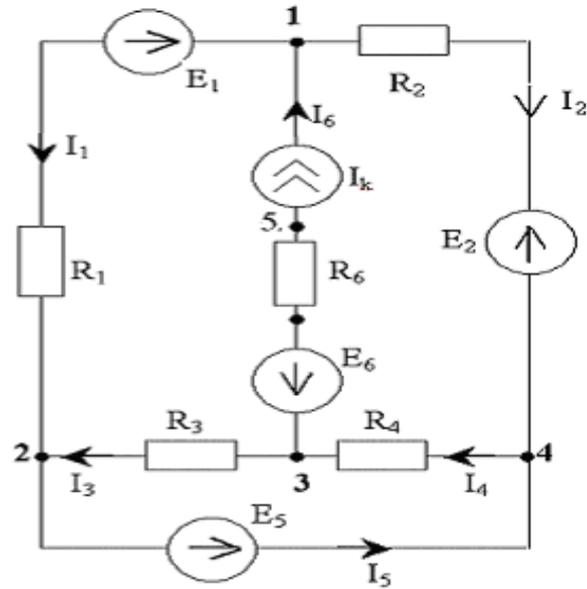

Рис. 1
1. Произвольно задаем положительные направления токов в ветвях и нумеруем узлы схемы (рис. 1)
$$\varphi_5 = \varphi_3 - E_6 - I_k \cdot R_6 = -20 - 20 - 5 \cdot 10 = -90 \text{ (В)} \text{ (см. рис. 1);}$$